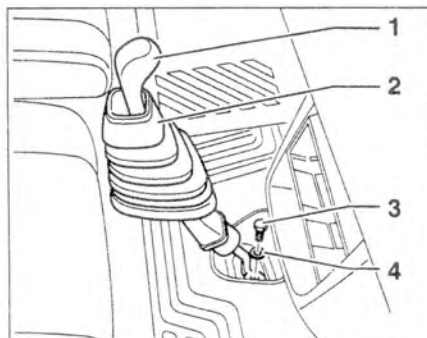

Рис. 5.11. Отсоедините защитный чехол 2 на рычаге 1 и открутите болт 3 с шайбой 4.
- 1. Отсоедините защитный чехол 2 на рычаге 1 и открутите болт 3 с шайбой 4 (рис. 5.11).